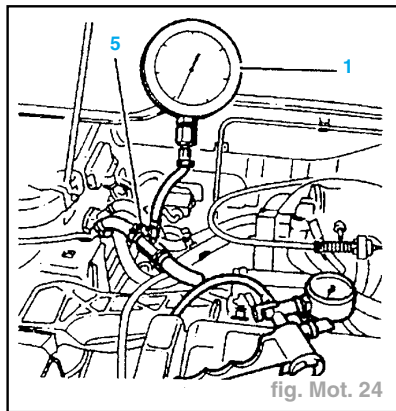

fig. Mot. 24
- Raccorder le manomètre à l'aide du raccord et du té (fig. Mot. 24).